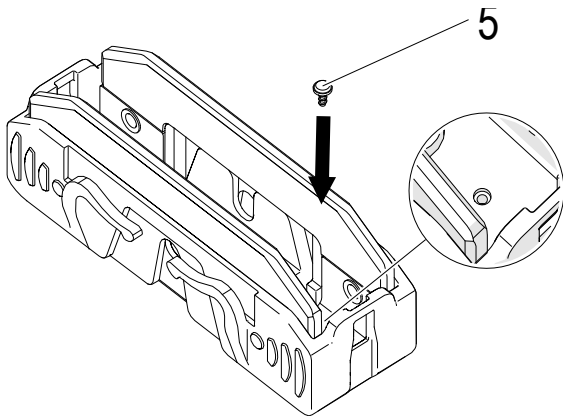

Abb. 162: Schraube STS-plus 1,4x4 – T5 festziehen
→ Schraube STS-plus 1,4x4 – T5 (5) zur Sicherung des Schleifkontakts (1) festziehen. Anziehdrehmoment: 0,2 Nm (siehe Abb. 162)